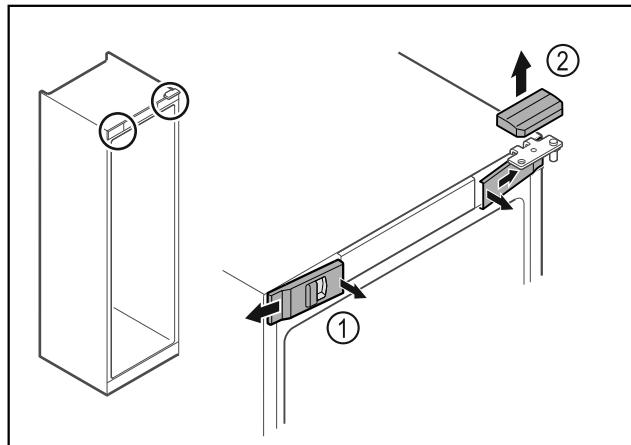

Fig. 16
- ▶ Vidinėje pusėje atfiksujite priekines dengiamąsias plokštėles Fig. 16 (1) ir nuimkite jas į šoną.
- ▶ Nuimkite viršutinę dengiamąją plokštę Fig. 16 (2) į viršų.